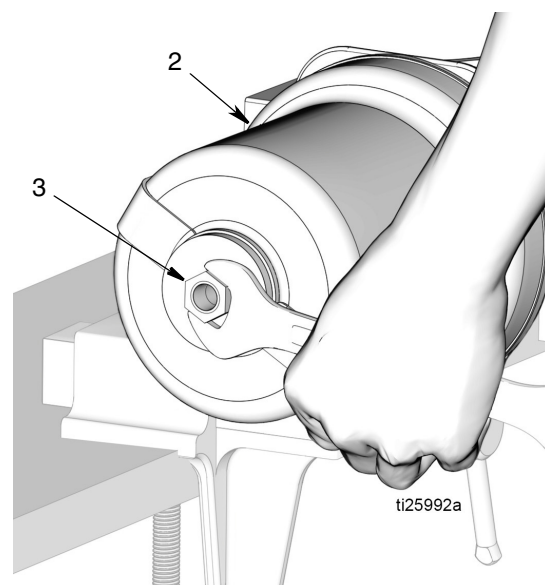

FIG. 57
- e. Visser le contre-écrou (3) du piston en haut du vérin pneumatique (2) comme indiqué à la FIG. 57. Serrer l'écrou à l'aide d'une clé. Puis serrer à un couple de 20,3 à 23,1 N•m (15 à 17 po-lb).